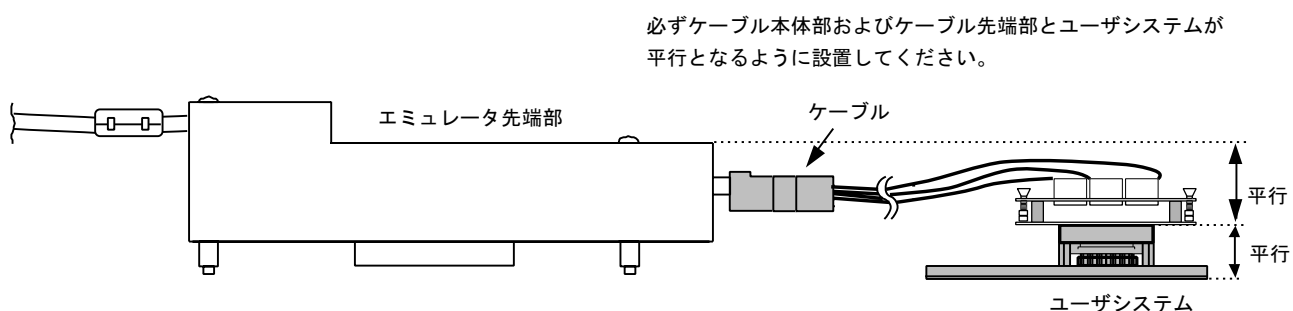

図11 設置例
- (1) ユーザシステムへの接続時には1ピン位置に十分注意して、誤接続は絶対にしないでください。
- (2) 本ユーザシステムインタフェースケーブルは、HS1544EPH60H エミュレータ専用ですので、他のエミュレータ本体には使用しないでください。
- (3) ケーブル本体部が断線する可能性がありますので、本ユーザシステムインタフェースケーブルの上に重いものや金属等の角の尖ったものを置かないでください。
- (4) ユーザシステムに接続した状態では、ユーザシステムインタフェースケーブル、特にケーブル先端部に無理な力が加わらないように注意する必要があります。図11の設置例を参照してご使用ください。